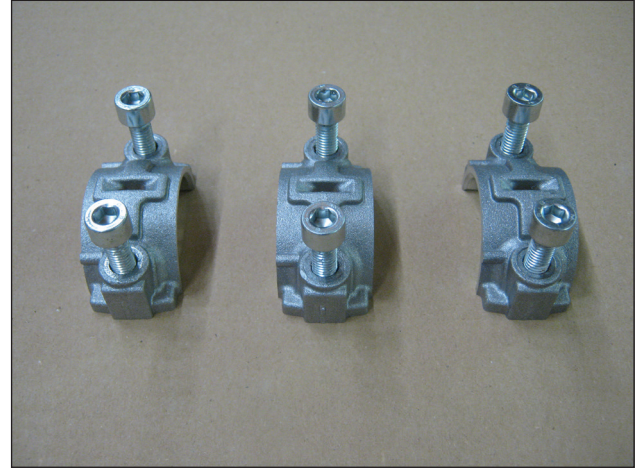

Fig. 2
- le chapeau des bielles de la façon suivante : dévisser les vis de fixation du chapeau, puis extraire les chapeaux de bielles (Fig. 2) en respectant la séquence de démontage.